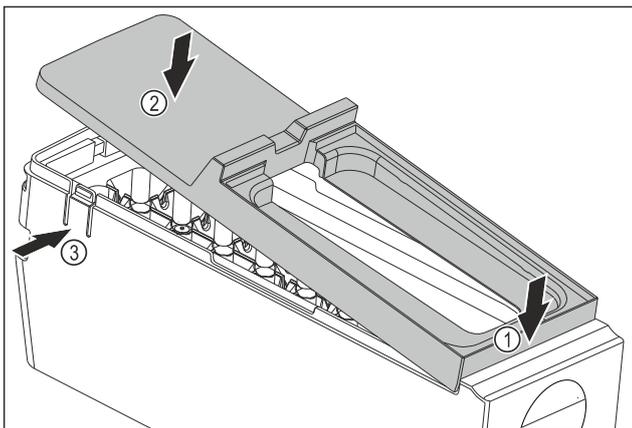

Fig. 144
- ▶ Montar la cubierta del EasyTwist-Ice: Colocar la cubierta por delante. Fig. 144 (1)
- ▶ Bajar la cubierta por detrás. Fig. 144 (2)
- ▷ La cubierta encaja en ambas lengüetas Fig. 144 (3) de forma audible.